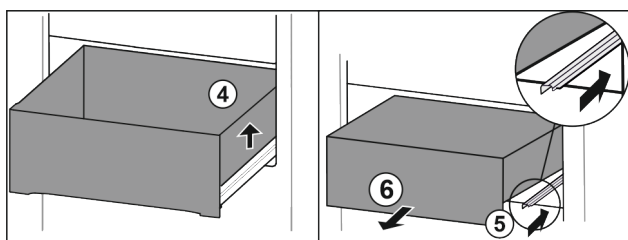

Fig. 13
- ▶ Nadzvedněte zásuvku vpravo. Fig. 13 (4)
- ▶ Zasuňte pravou kolejničku. Fig. 13 (5)
- ▶ Vyměte zásuvku dopředu. Fig. 13 (6)